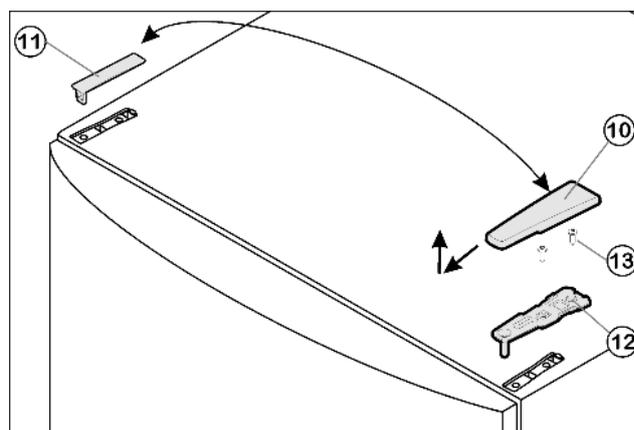

Fig. 5
- ▶ Потяните крышку Fig. 5 (10) вперед и вверх.
- ▶ Снимите крышку Fig. 5 (11).
- ▶ Открутите верхний опорный кронштейн Fig. 5 (12) (2 шт. Torx® 25) Fig. 5 (13) и вытяните вверх.
- ▶ Установите верхний опорный кронштейн *Fig. 5 (12)* на новой стороне шарнира и защелкните в дверце.
- ▶ Прикрутите верхний опорный кронштейн *Fig. 5 (12)* (**с моментом 4 Нм**) (2 шт. Torx® 25) *Fig. 5 (13)*. При необходимости проделайте отверстия или используйте аккумуляторную отвертку.
- ▶ Защёлкните крышку *Fig. 5 (10)* и крышку *Fig. 5 (11)* на противоположной стороне.